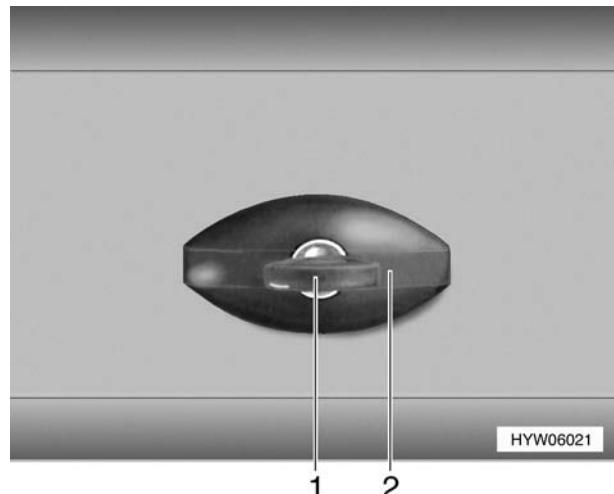

Bild 16 Klappenschloß (Variante 1)
- ▷ Bei Regen kann Wasser in das geöffnete Klappenschloß eindringen. Deshalb den Schloßgriff (16,2) wie auf Bild 16 abgebildet schließen.